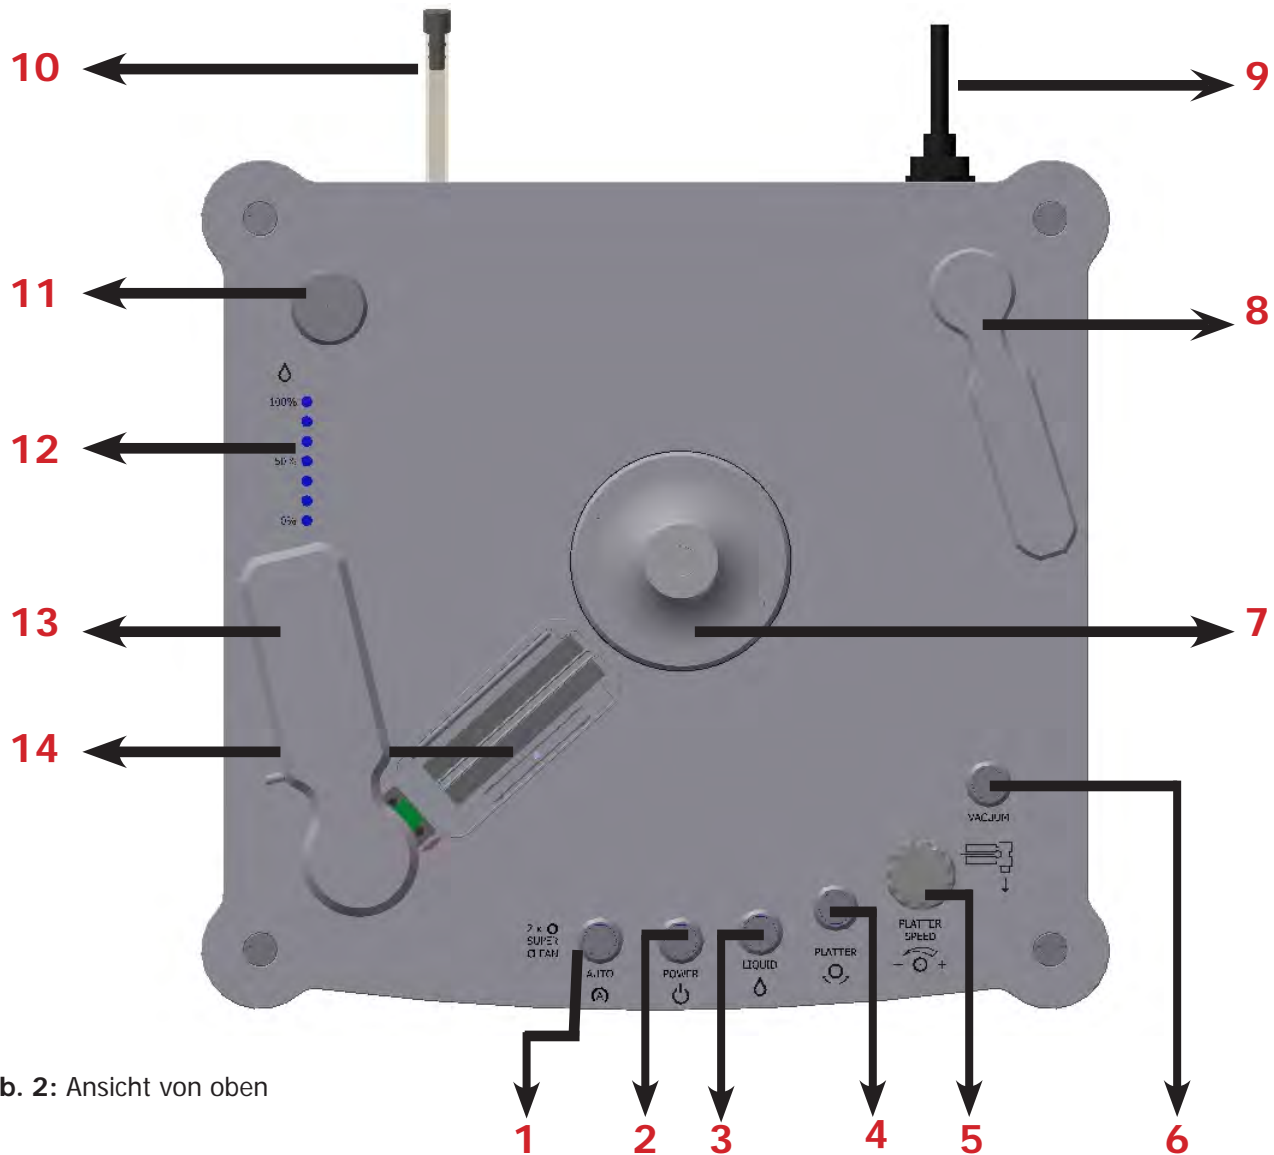

Abb. 2: Ansicht von oben
Setzen Sie den mitgelieferten Trichter in die Einfüllöffnung (siehe Abb. 2, Ziffer 11, Seite 21) und befüllen Sie den Vorratsbehälter mit der mitgelieferten Reinigungsflüssigkeit (max. 0,4 l). Bitte beachten Sie hierbei die LED-Füllstandanzeige.
1. Auf der Geräterückseite finden Sie den Silikonschlauch der etwas herausgezogen werden kann (siehe Abb.2, Ziffer 10, Seite 21).